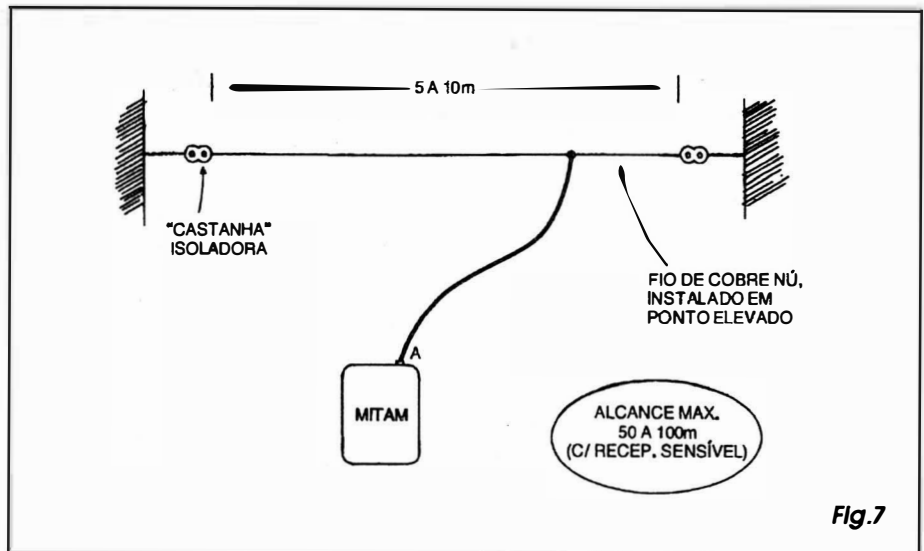

Fig.7
- FIG. 7 - CHEGANDO MAIS LONGE...